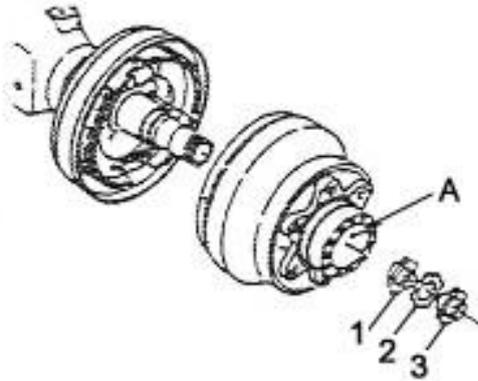

Figure 2-4 : Injection de graisse
(1) Remplissez le moyeu de roue avec 100 ml de graisse, puis fixez-le sur l'essieu. Voir la figure 2-4..
(2) Serrez les écrous de réglage avec un couple de 9,8 N·m, puis dévissez-les de 1/2 tour.
(3) Accrochez le poids au boulon pour mesurer le moment de démarrage du moyeu de roue ; lorsqu'il atteint la valeur définie, commencez à serrer l'écrou.